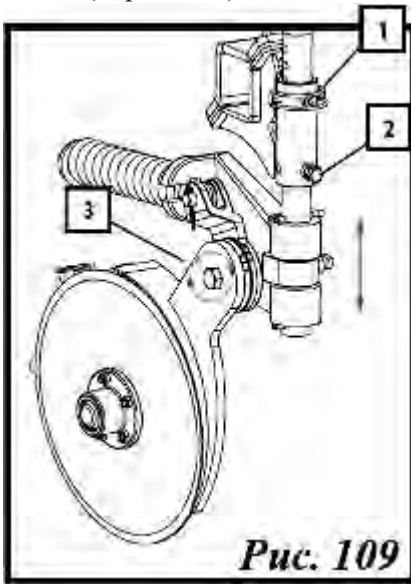

Рис. 109
- 1 - Достать фиксатор (1, рис. 109).
- 2 - Ослабить болт (2, рис. 109).
- 4 - Установить фиксатор в отверстие, чтобы зафиксировать заданное положение (1, рис. 109).
- 5 - После этого заблокировать штангу болтом и контргайкой (2, рис. 109).
- 1 - Ослабить крепежный болт сошника (3, рис. 109).
- 3 - Затянуть крепежный болт (3, рис. 109).